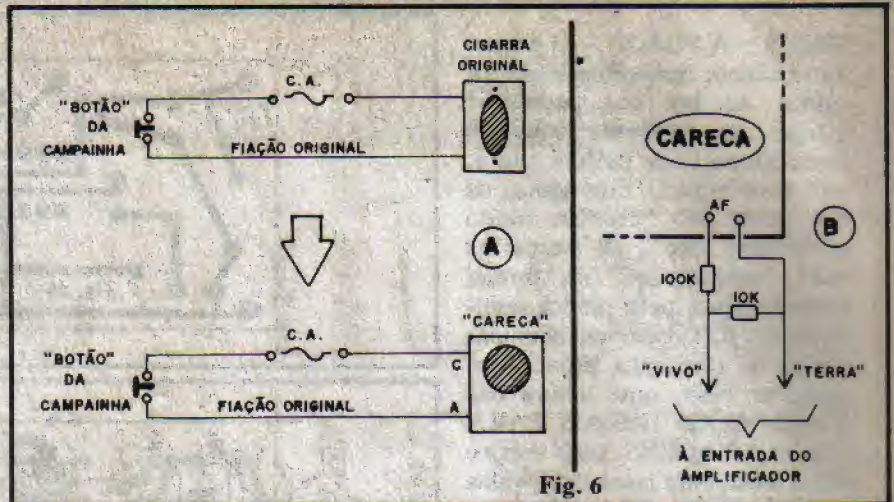

Fig. 6
- FIG. 6 - DETALHES E CONSIDERAÇÕES - No módulo "A" da fig. 6 temos a "explicação" diagramada da substituição de uma velha campainha ("cigarra") residencial, comum, pela CARECA. Observar que